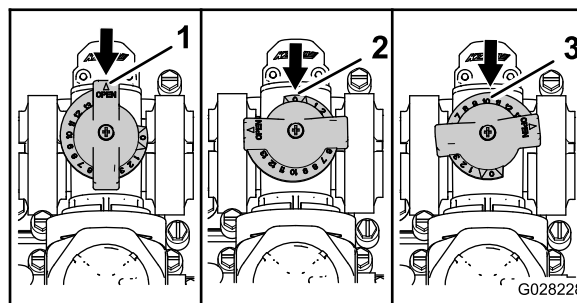

Figura 85
- A válvula de distribuição da agitação está na posição totalmente Aberta, conforme mostrado em A da Figura 85.
- A válvula de distribuição da agitação está na posição Fechada (0), conforme mostrado em B da Figura 85.
- A válvula de distribuição da agitação está numa posição intermédia (ajustada em relação ao indicador de pressão para o sistema de pulverização), conforme mostrado em C da Figura 85.